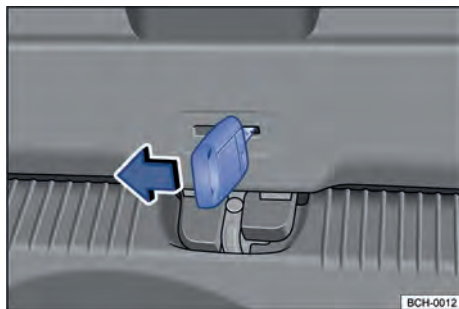

Fig. 59 En el maletero: desbloquear el capó del maletero.
- Introducir el paletón de la llave en la entrecara de llave del capó del maletero → fig. 59 y mover la palanca de desbloqueo en la dirección de la flecha.